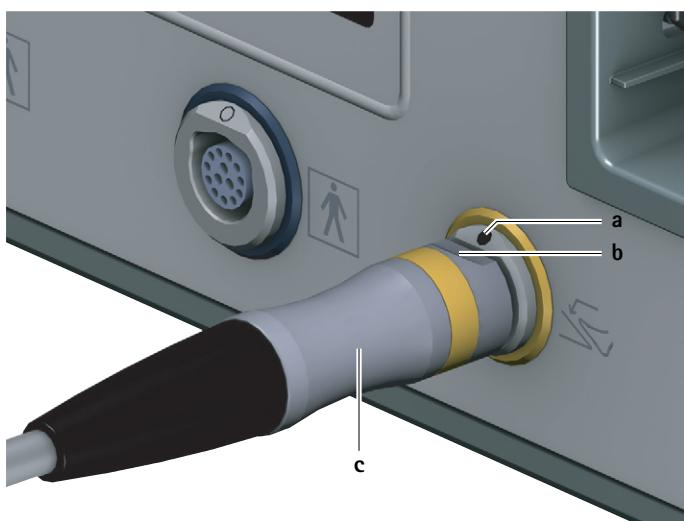

Fig. 2 Conexión del mando de pedal
- ▶ Colocar el conector del mando de pedal c de forma que la marca b del conector coincida con la marca a de la conexión para mando de pedal 6, ver Fig. 2.
- ▶ Desenchufar el conector del mando de pedal c de la conexión para mando de pedal 6, ver Fig. 2.